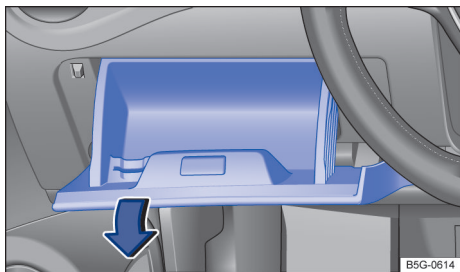

Fig. 175 Cobertura da caixa de fusíveis no painel de instrumentos: veículos com direção à esquerda, à esquerda do lado do volante.
- Abrir e, caso necessário, esvaziar o porta-luvas do lado do condutor → Fig. 175.